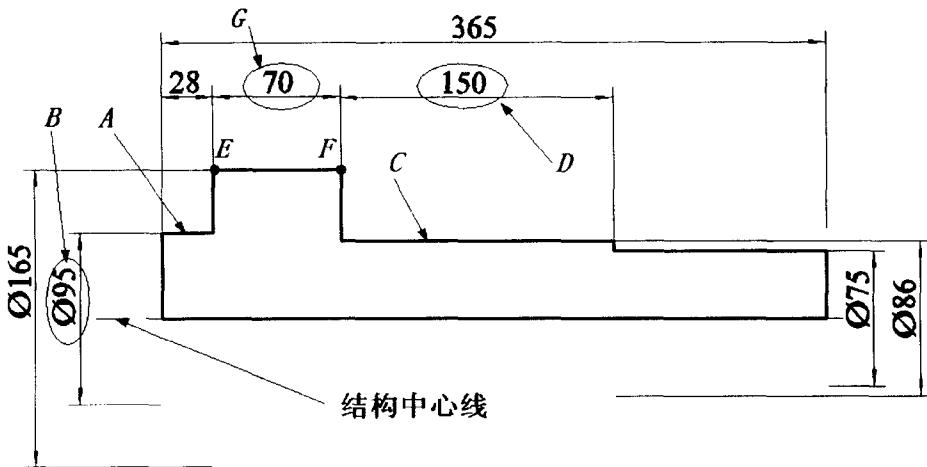

图2-1 阶梯轴半侧轮廓线
**【练习2-1】：** 草绘阶梯轴半侧轮廓线，如图 2-1 所示。